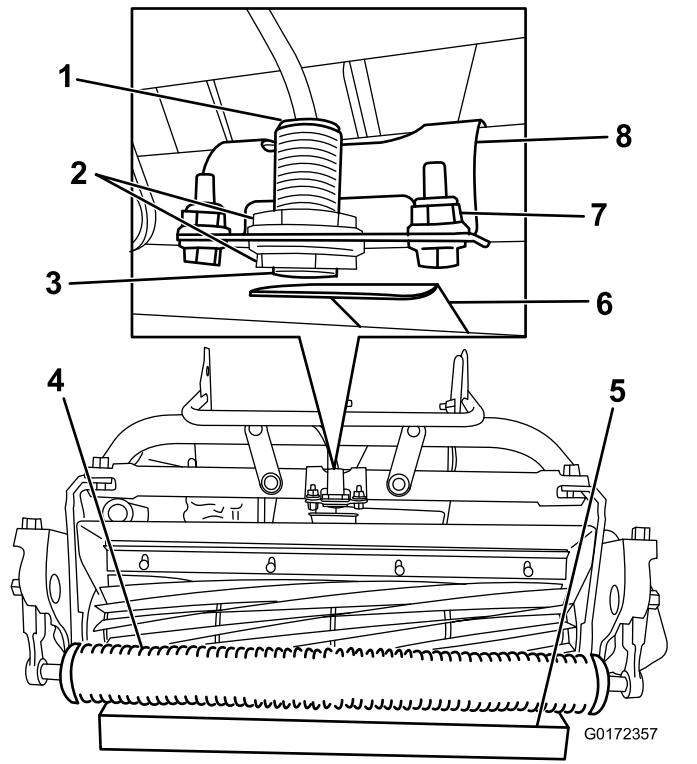

Bild 17
4. Stellen Sie einen 3,8 cm dicken Block unter die Rolle an der Frontschneideinheit (Bild 17).
5. Lösen Sie die Befestigungen, mit denen die Sensorhalterung am Rahmen befestigt ist (Bild 17).
8. Drehen Sie die Sensorhalterung zur Zielplatte, bis die Lampe oben am Sensor aufleuchtet (Bild 17). Wenn sie bereits aufleuchtet, drehen Sie sie von der Zielplatte weg, bis sie ausgeht; drehen Sie sie dann in umgekehrter Richtung, bis sie wieder aufleuchtet.
2. Lösen Sie die Klemmmuttern am Sensor und stellen Sie den Sensor so ein, dass ein Gewinde unter der unteren Klemmmutter sichtbar ist (Bild 17).